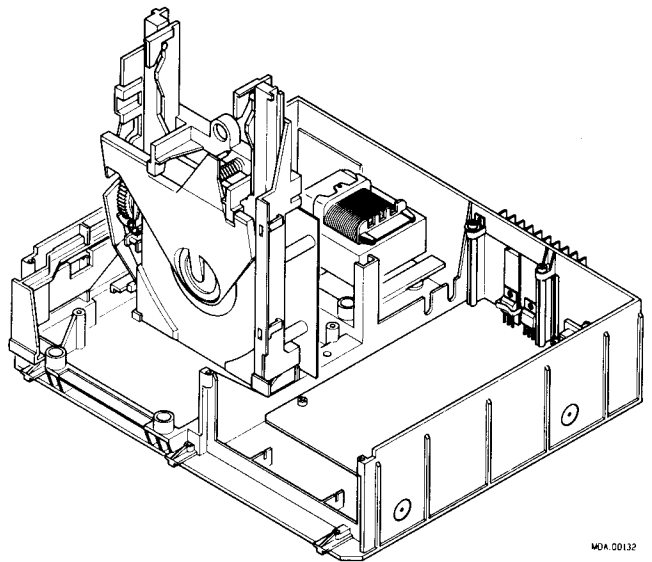

Fig. 3
SERVICEARBEITEN AM "SERVO + PRE.AMPL." PRINT (Siehe Bild 3)
- Die Zusammenstellung mit Lademechanismus / CDM / "Servo + pre.ampl." Print lässt sich nun aus dem Rahmen herausnehmen und ist in den dafür vorgesehenen Servicestützen in dem Rahmen (siehe Bild 3) senkrecht anzuordnen.